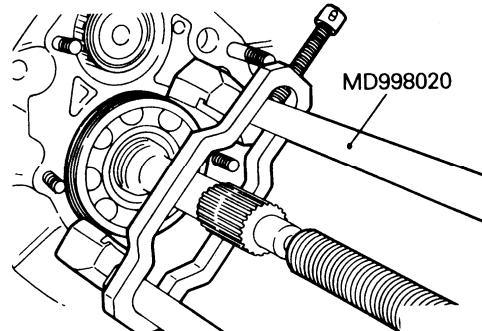

图 3-51 拆卸主驱动齿轮轴承
(14) 拆卸主驱动齿轮轴承时, 如图 3-51 所示, 用专用工具拆卸主驱动齿轮轴承。